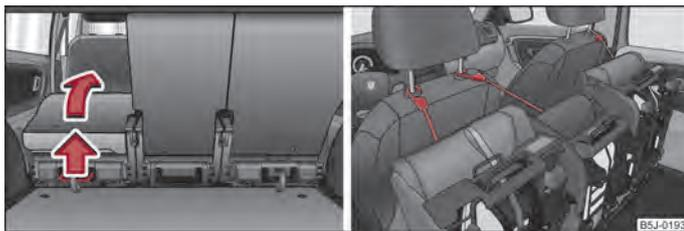

Fig. 39 Abatir completamente el asiento hacia adelante/asegurar el asiento abatido
- Tirar de la palanca ⇒ fig. 39 hacia arriba y abatir después el asiento completamente hacia delante.
- Asegurar el asiento abatido con ayuda del cinturón de fijación en una barra guía del reposacabezas del asiento delantero ⇒ fig. 39, lado derecho.